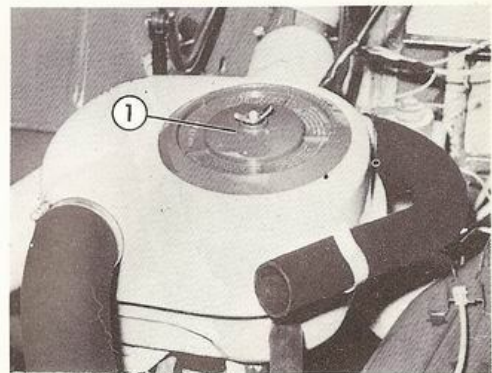

Fig. 36 - Filtro dell'aria
**Manutenzione filtro aria (Fig. 36)**